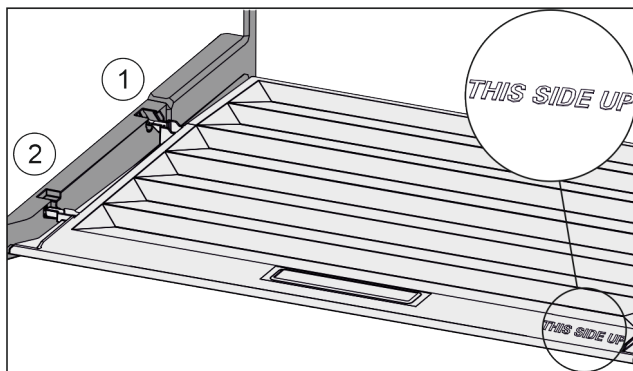

Fig. 75
- Sätt in lockbygeln över öppningen för den bakre hållaren Fig. 75 (1) och fäst den framtill i hållaren Fig. 75 (2).